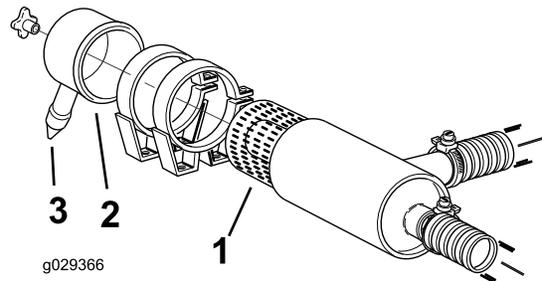

Bild 35
2. Lösen Sie die Riegel, mit denen die Abdeckung an der Luftfilterabdeckung befestigt ist (Bild 35).